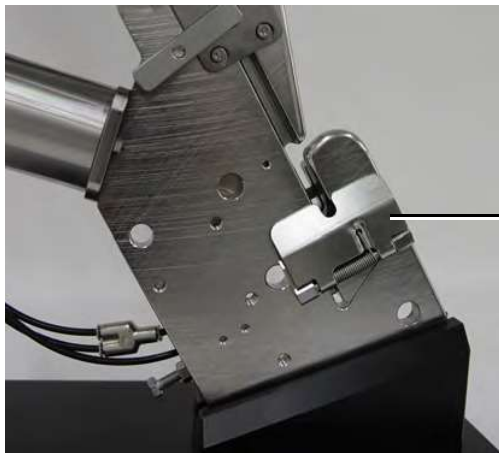

Bild 1-1 1 Klappe
- A** Trenn- und Verschleißbereich durch eine Klappe (siehe Bild 1-1)
Die Klappe (siehe 1, Bild 1-1) verhindert, dass der Bediener in den Trenn- und Verschleißbereich greifen kann.